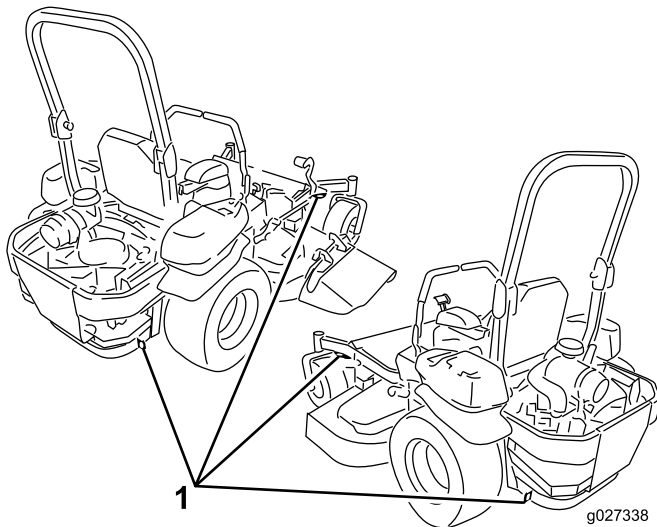

Figure 38
5. Servez-vous des points d'attache en métal de la machine pour arrimer solidement la machine sur la remorque ou le véhicule de transport au moyen de sangles, chaînes, câbles ou cordes (Figure 38).